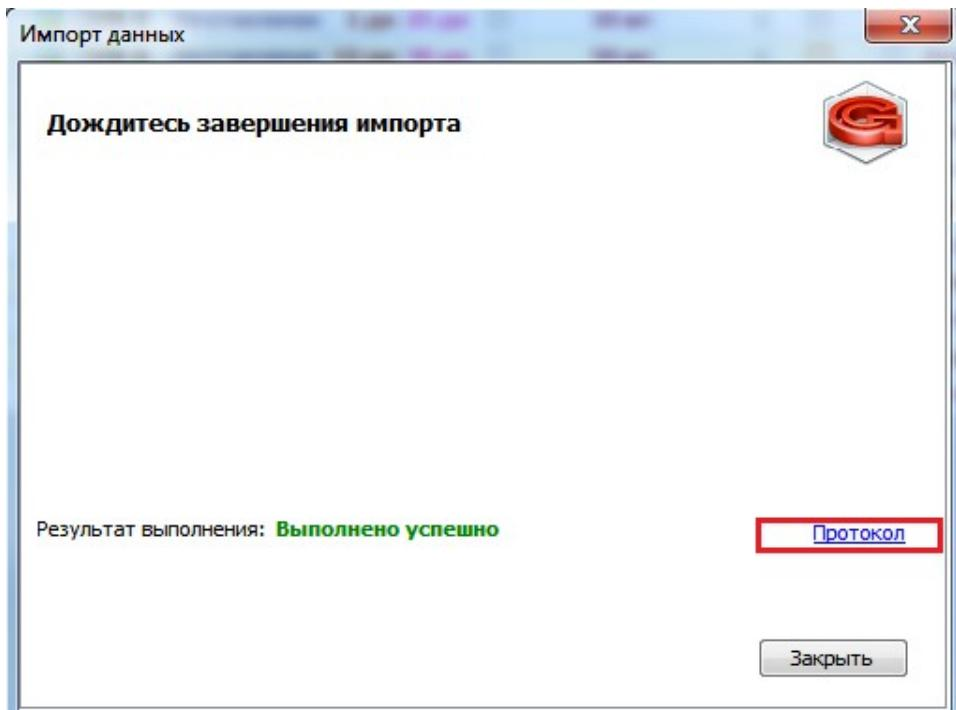

Рисунок 257: Пример отображения результата импорта в окне "Импорт данных"
- 6 Для просмотра содержания протокола в окне «**Импорт данных**» необходимо нажать на ссылку «Протокол» (рис. 257).